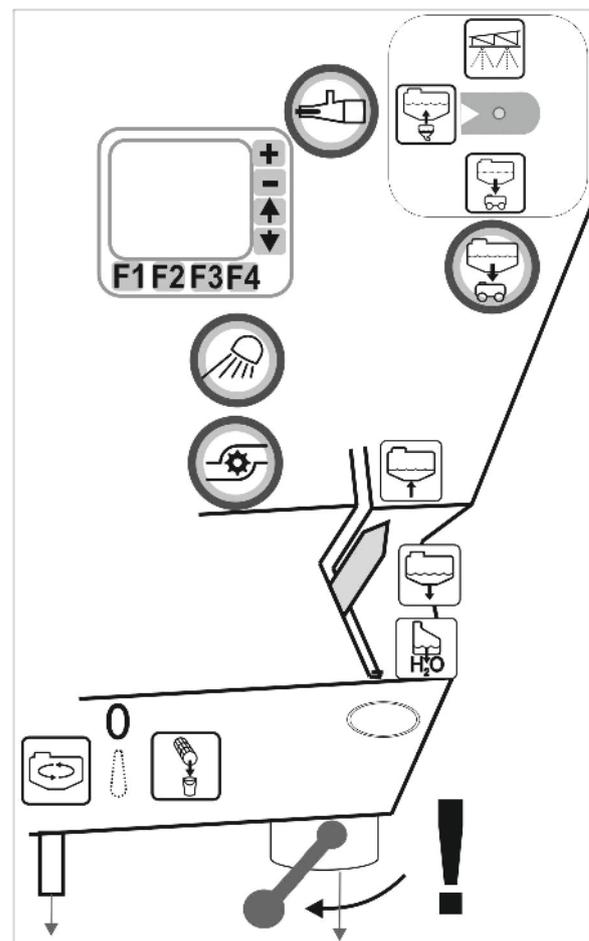

Fig. 142
- Nettoyer le filtre d'aspiration (Fig. 142) quotidiennement après le nettoyage du pulvérisateur.
- Lubrifier les joints toriques en bas sur le filtre d'aspiration (Fig. 142/4).
1. Desserrez le couvercle du filtre d'aspiration (Fig. 142/2).
2. Retirez le couvercle avec le filtre d'aspiration (Fig. 142/3) et nettoyez à l'eau.
6. Desserrez le couvercle du filtre d'aspiration (Fig. 142/2).
7. Actionnez la vanne de purge sur le filtre d'aspiration (Fig. 142/1).
8. Retirez le couvercle avec le filtre d'aspiration (Fig. 142/3) et nettoyez à l'eau.